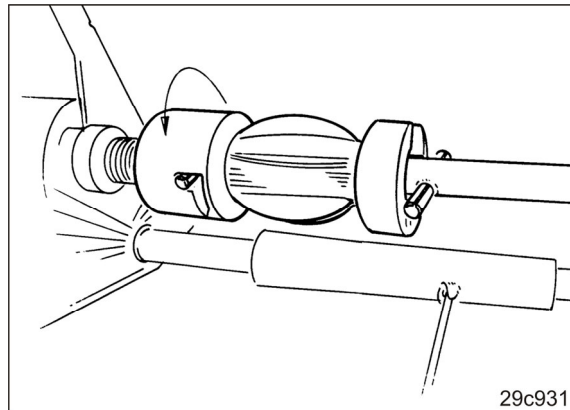

Fig. 209
3. Säwellenhälfte links abschalten (Fig. 209)